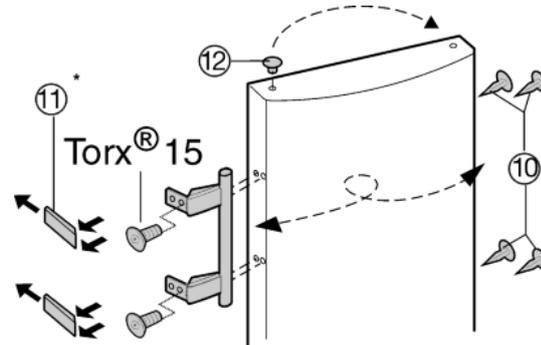

Fig. 7
- ▶ Извлеките пробку Fig. 7 (12) из опорной втулки дверцы и переставьте.
- ▶ Снимите и переставьте на противоположную сторону дверную ручку, пробку Fig. 7 (10) и прижимные пластины Fig. 7 (11).